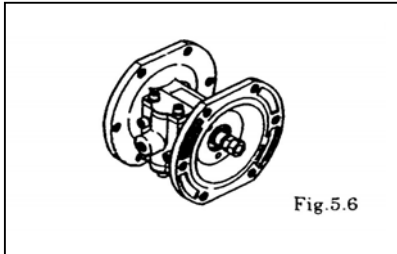

Fig.5.6
- Steunschijf en membraan kunnen worden verwijderd (met contra moeren aan het vrije middenaseinde) [Fig. 5.6]